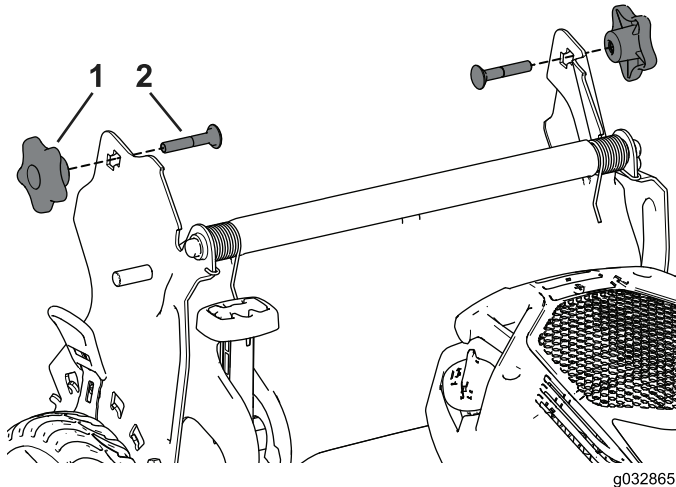

Bild 3
1. Entfernen Sie die 2 Griffhandräder sowie die 2 Schlossschrauben von den Handgriffhalterungen (**Bild 3**) und heben Sie sie auf.